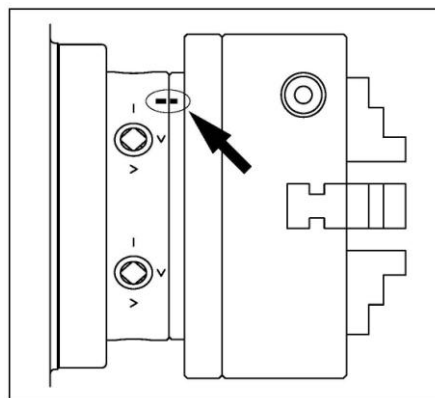

Рис. 26. Патрон выровнен по установочным меткам.
6. Если патрон установлен, выровняйте патрон со шпинделем по установочным меткам (Рис. 26), и продвиньте патрон в шпиндель.